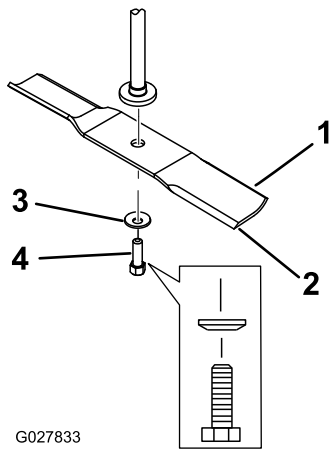

Figure 64
2. Enlevez de l'axe le boulon, la rondelle bombée et la lame (Figure 64).
1. Placez la lame sur l'axe (Figure 64).
2. Montez la rondelle bombée (face concave vers la lame) et le boulon de lame (Figure 64).